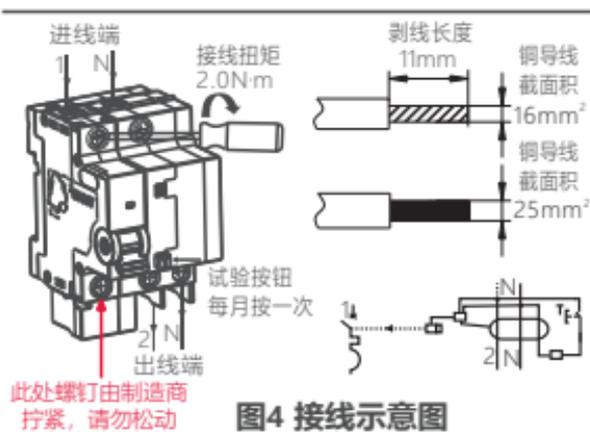

图4 接线示意图
6.3 适用于铜导线连接, 导线选择见表2, 接线方式及剥线长度如下图4